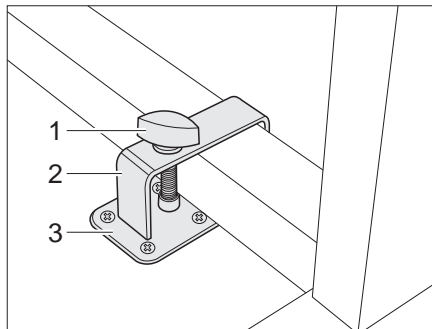
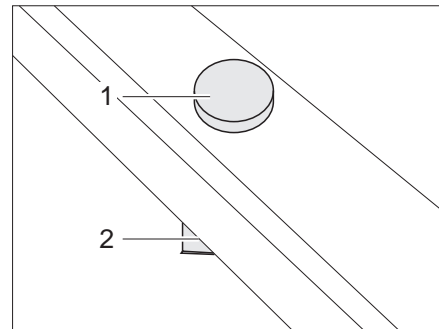

Fig. 93 Bloqueo mesa abatible con estribo
Fig. 94 Bloqueo mesa abatible sin estribo
- Colocar la mesa abatible junto a la sujeción (Fig. 93,3) o sobre la sujeción (Fig. 94,2).
- Colocar el estribo (Fig. 93,2) con el tornillo de sujeción (Fig. 93,1) sobre la pata de la mesa.
- Desplazar el estribo y de ser necesario la mesa abatible de tal manera que el tornillo de sujeción (Fig. 93,1 ó Fig. 94,1) pueda atornillarse en la sujeción (Fig. 93,3 ó Fig. 94,2).